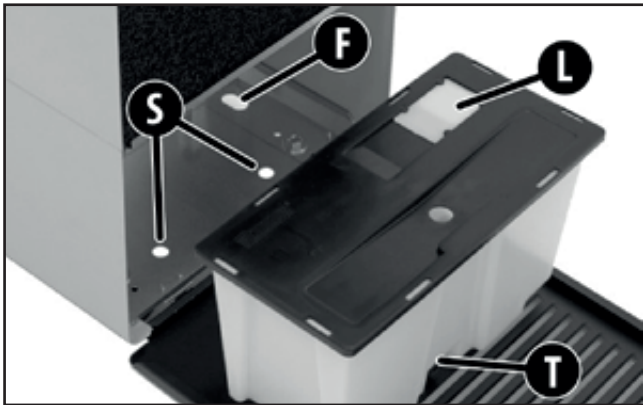

Fig.6 - Trous pour le positionnement du réservoir
Ouvrez la porte et retirez le réservoir (Fig.6). Utilisez la trappe (L) pour vider l'eau.